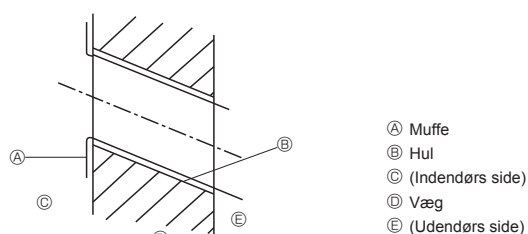

Fig. 3-3
② Indendørsenhed
③ Nederste venstre bageste rørhul (ø75-ø80)
④ Nederste højre bageste rørhul (ø75-ø80)
⑤ Udsparing til bageste venstre hul (75 x 480)
⑥ Bolthul (4-ø9 hul)
⑦ Central målingsåbning (ø2,5 hul)
⑧ Tappeåbning (75-ø5,1 hul)
⑨ Hulmidte
⑩ Juster skalaen med linjen.
⑪ Indsæt skala.
3.2.2. Boring af hul til rørføring (Fig. 3-3)